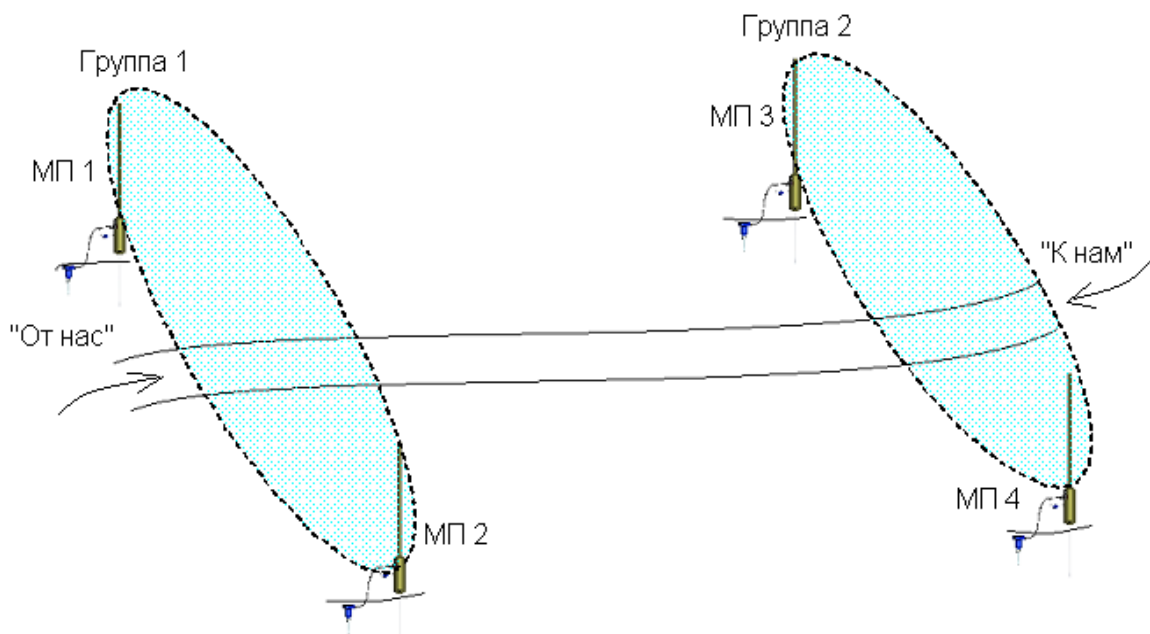

Рисунок 8
1.6.6 Выбор направление движения «К нам», «От нас» производится после развёртывания и инициализации не менее двух групп, рисунок 8.